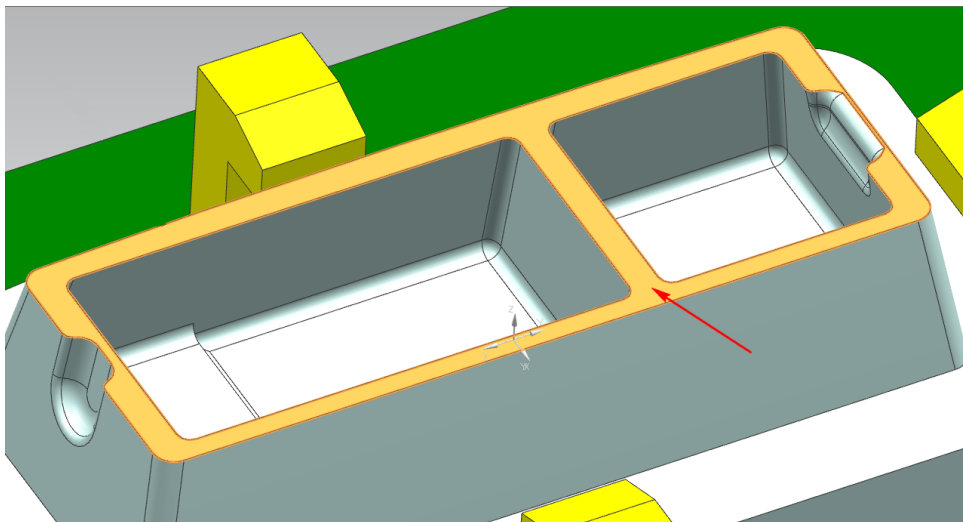

Рис. 2.31. Выбор верхней грани детали в качестве области резания
- укажите область резания для снятия припуска (см. рис. 2.31);